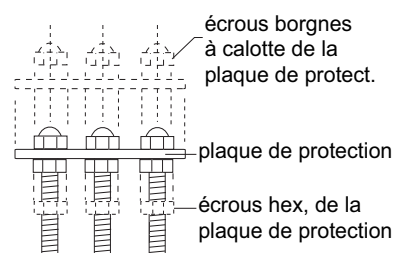

Fig. 13
- J.** Retirer les écrous borgnes à calotte ainsi que l'outil d'installation. Faire attention de ne pas endommager le câble. Emboîter l'oeillet du câble dans la partie supérieure du capteur et replacer la plaque de protection ainsi que les écrous borgnes à calotte. (Fig. 13)